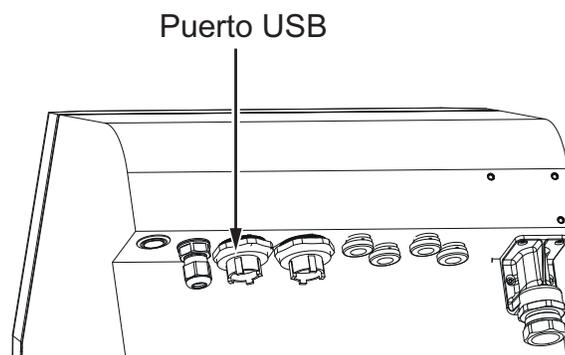

Figura 4-12. Ubicación del USB stick
1. Localice el puerto USB del lado trasero de la impresora (consulte la Figura 4-12) e inserte el USB stick.